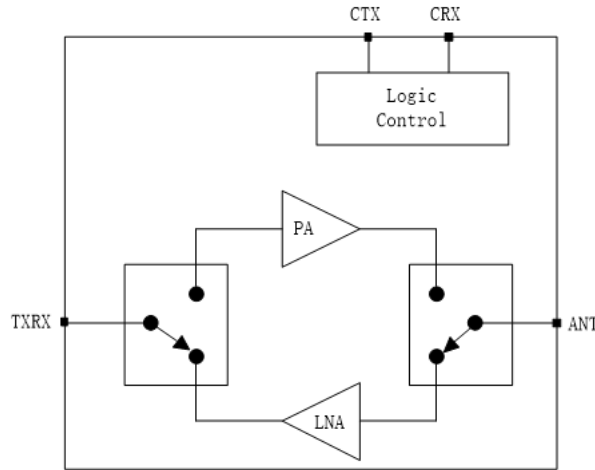

图 1-1
GC1101 是一款由杭州地芯科技有限公司开发的针对 2.4GHz ISM 频段的射频前端。芯片内部集成了功率放大器 (PA), 低噪声放大器 (LNA), 开关 (Switch) 以及控制模块。主要应用于蓝牙网关、Zigbee 网关以及 2.4GHz 频段的遥控器。芯片内部原理框图如图 1-1 所示: